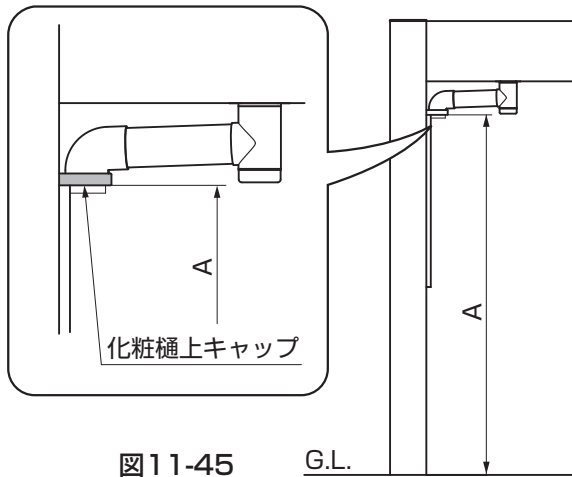

図11-45
- ① G.L.から化粧樋上キャップ下面までを実測してください。(図11-45参照)